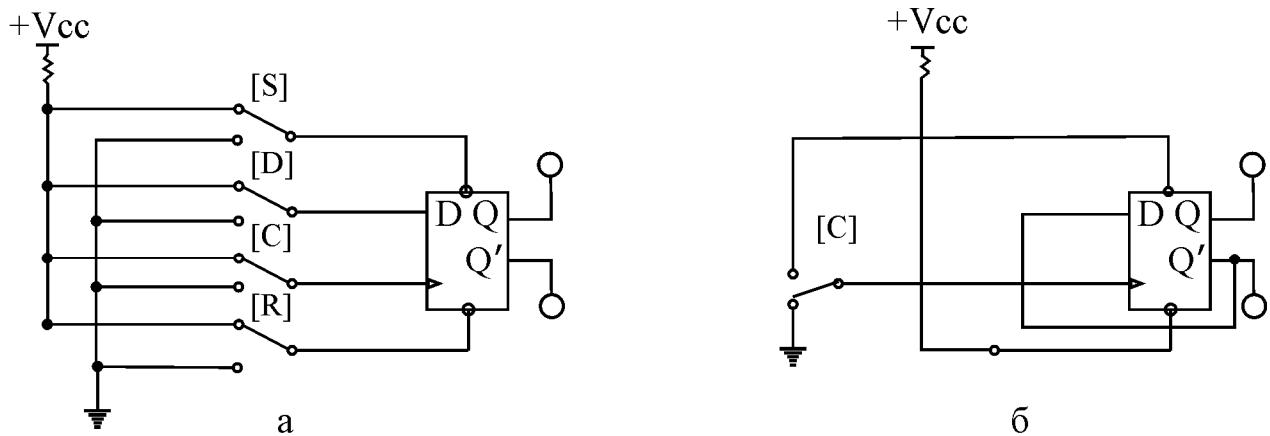

Рис. 3.16. D - триггер (а), счетный триггер (б)
4.1. Соберите схему, как показано на рис.3.16, а.
4.5. Из D-триггера можно сделать счетный триггер, который переключается по каждому фронту на C-входе. Для этого инверсный выход триггера Q' соедините с D-входом (рис.3.16, б). Подавая на C-вход импульсы, убедитесь, что триггер работает в счетном режиме.